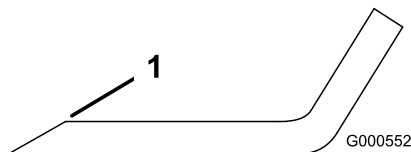

Figure 90
1. Au moyen d'une lime, aiguisez les tranchants aux deux extrémités de la lame (Figure 90).
**Remarque:** Si la lame est déséquilibrée, limez un peu l'extrémité de l'ailette seulement (Figure 90).